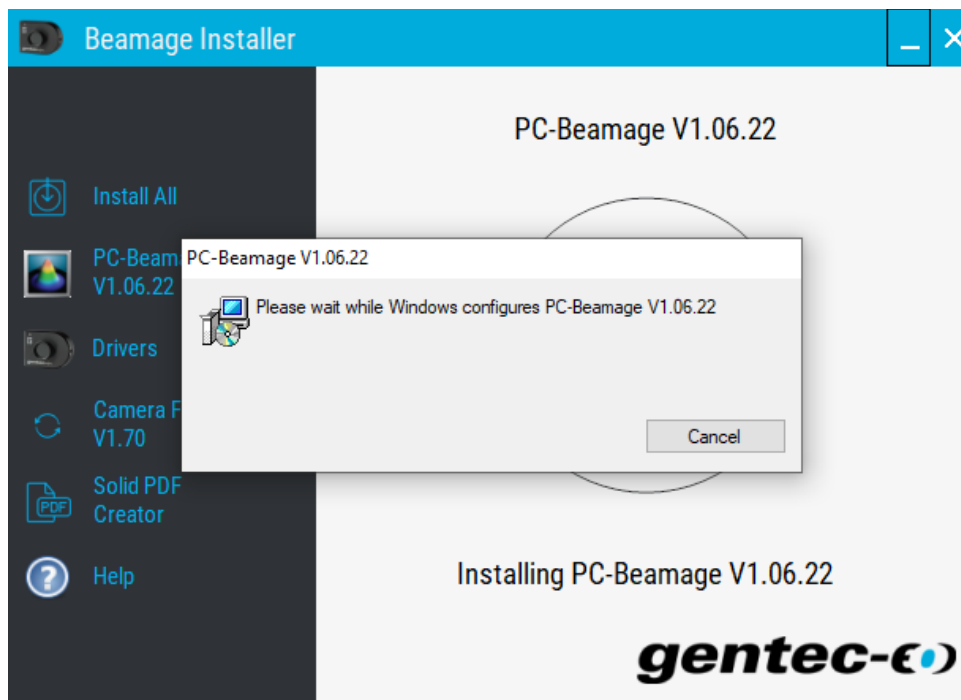

Figure 7-3 Utilisation du raccourci clavier **CRTL+SHIFT+I**
- 2) En vous servant du clavier, composez le raccourci **CTRL + SHIF + I**, voir Figure 7-3.